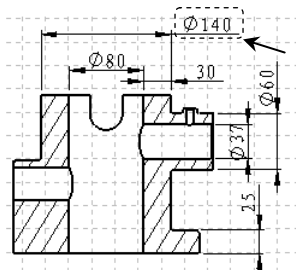

图 6.3.56 选取要整理的尺寸
Step2. 选取要整理的尺寸。选取图 6.3.56 所示尺寸“ $\phi 140$ ”的文本。